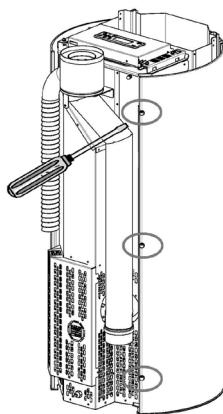

Fig. 72 - Odstranite vijake
- Odvijte zadnje vijake stranic (gl. **Fig. 72**).